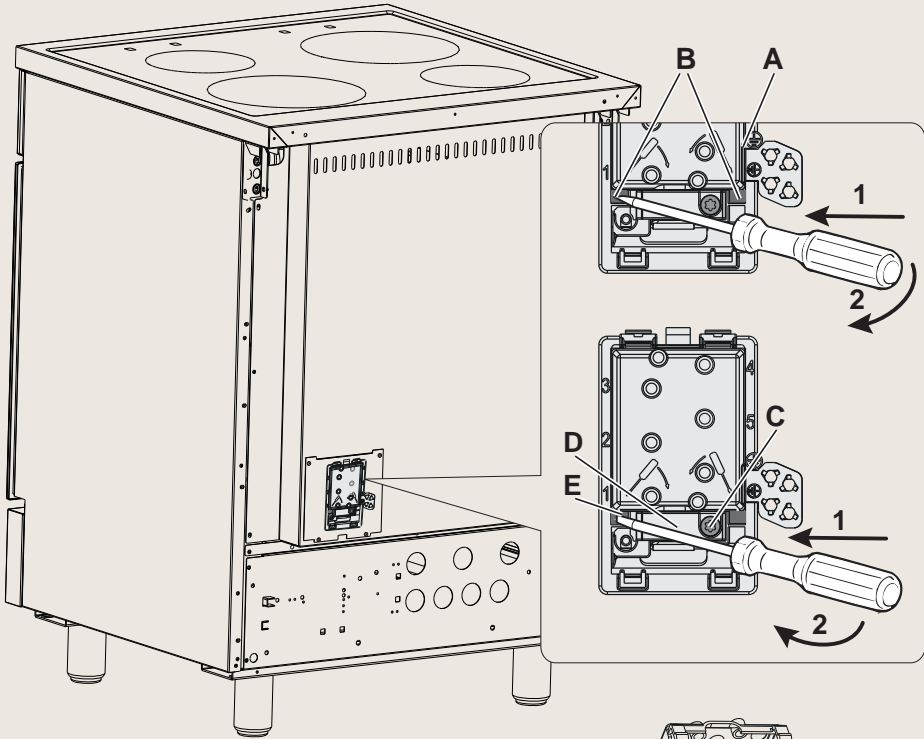

Abb. 2.2
- * Hängen Sie die Abdeckung der Klemmenleiste **"A"** aus. Setzen Sie dazu mit einem Schraubendreher in die beiden Haken **"B"** an (Abb. 2.2). Öffnen Sie die Abdeckung der Klemmenleiste **"A"** vollständig.
- * Lösen Sie Schraube **"C"** und klemmen Sie dann die Kabelschelle **"D"** ab. Setzen Sie dazu mit einem Schraubendreher am Haken **"E"** an. Entfernen Sie die Kabelschelle **"D"** vollständig (Abb. 2.2).
- * Bringen Sie die Phase, Null- und Erdleiter gemäß der Diagramme in Abb. 2.3 an die Klemmenleiste **"F"** an; die U-Bolzen **"G"** (Abb. 2.2) müssen wie auf den Diagrammen in der Abb. 2.3 angegeben verwendet werden (sie sind bereits an den Klemmen oder in der Klemmenleiste hinter der Abdeckung vormontiert).